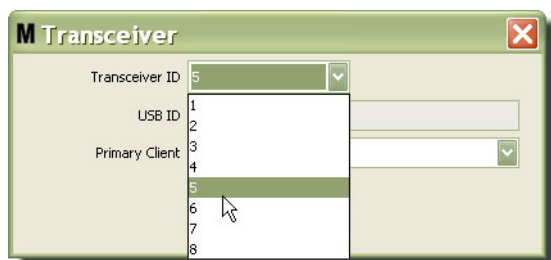

FIG. 64
4. Para modificar la ID de transceptor, haga clic en la flecha para visualizar el menú desplegable. Del menú desplegable, seleccione un número de ID de transceptor (FIG. 64): Haga clic en Aceptar para cerrar la pantalla y guardar los cambios.